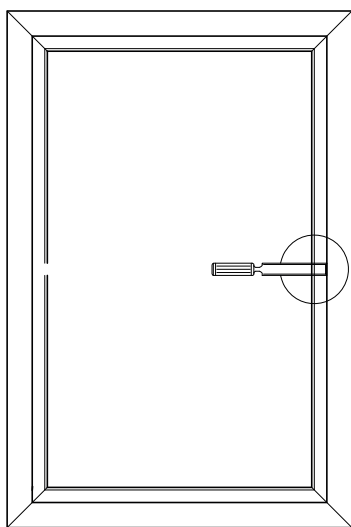

Abb. 2
- Rasten Sie die Glasleiste mit einem Gummihammer aus (siehe Abb. 2 und 3).